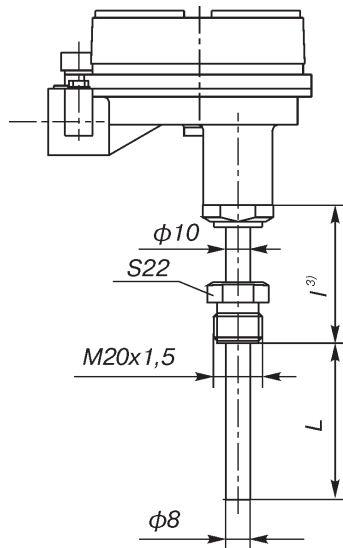

Рис. 23 (ост.см.рис.4)
³⁾ L = 120, 160, 200 мм (см.*) - для Метран-281-Exd по рис.23;
L = 80 мм - для Метран-286-23-Exd по рис.23.
- 23¹⁾ по рис.23